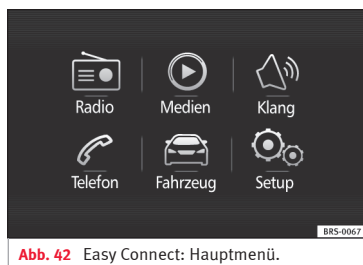

Abb. 42 Easy Connect: Hauptmenü.
- Taste des Systems und anschließend die Funktionsfläche » **Abb. 42** oder